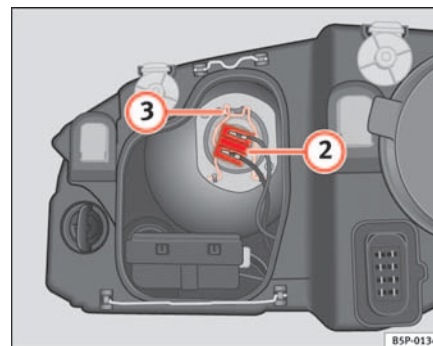

Fig. 183 Luz de cruce
- Extraiga el conector ⇒ página 265, fig. 183 ② de la lámpara.
- Desenganche el resorte retentor ⇒ página 265, fig. 183 ③ presionándolo hacia dentro y a la derecha.